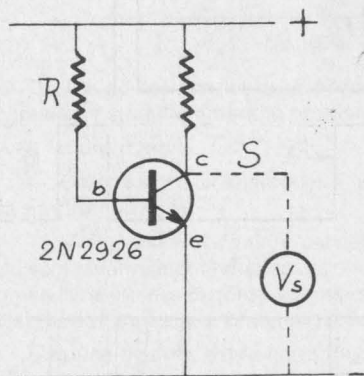

Fig. VIII-8. — Circuit élémentaire au repos.
• **Le montage élémentaire** que l'on retrouve 8 fois dans le codeur est donné en figure VIII-8.